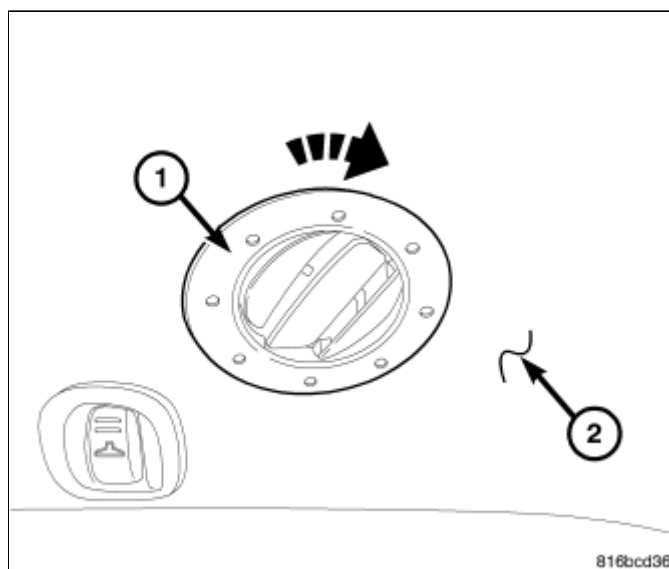

图 1 后顶篷出气口-拆卸
1. 顺时针方向旋转出气口直到出气口背面的两个固定凸耳同车顶内衬分离(图 1)。